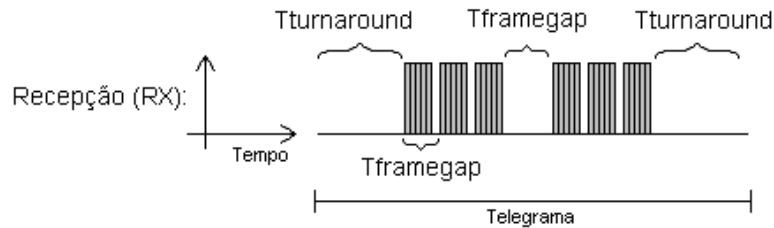

Figura 2.3: Recepção de dados BACnet
Recepção (RX): O tempo máximo entre cada byte ($T_{framegap}$) é de 20 bit times. E o tempo mínimo entre frames ($T_{turnaround}$) após o stop bit do último byte do frame é 40 bit times, conforme Figura 2.3.